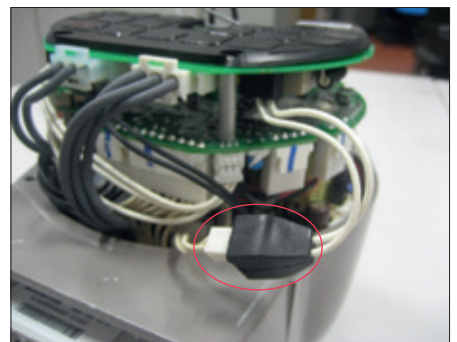

Figuur 36
- Verbind de 3-pins verbindingkabel van de OM13-module met de logische kaart (Figuur 36).